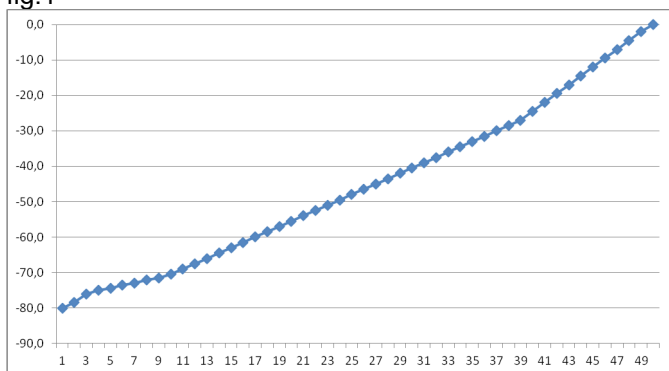

fig.2
2. Courbe #2 - Cette courbe est adaptée aux baffles à haute efficacité (fig. 2).